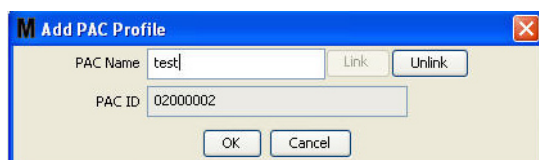

FIG. 115
5. Het PAC-ID wordt weergegeven in het veld PAC-ID (FIG. 115). Klik op OK om het scherm te sluiten en de wijzigingen op te slaan.
De knop Koppelen, zoals in FIG. 115 is niet langer actief en de knop "Koppeling verbreken" wordt actief. Wanneer u klikt op "Koppeling verbreken", wordt de koppeling tussen de PAC en de Matrix-pc verbroken.